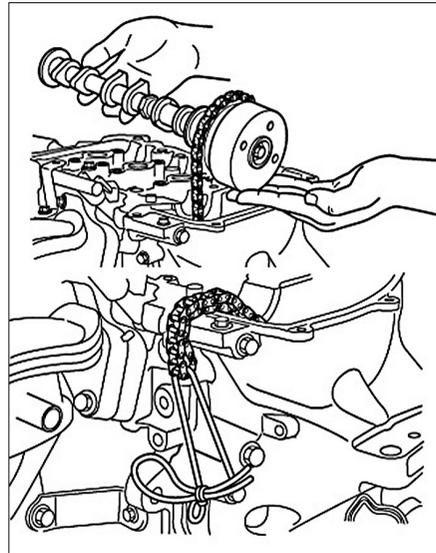

FIG. 71
- Décaler l'arbre à cames d'admission comme illustré (Fig.71), puis lever celui-ci avec la chaîne.
- Pendre la chaîne (Fig.71).